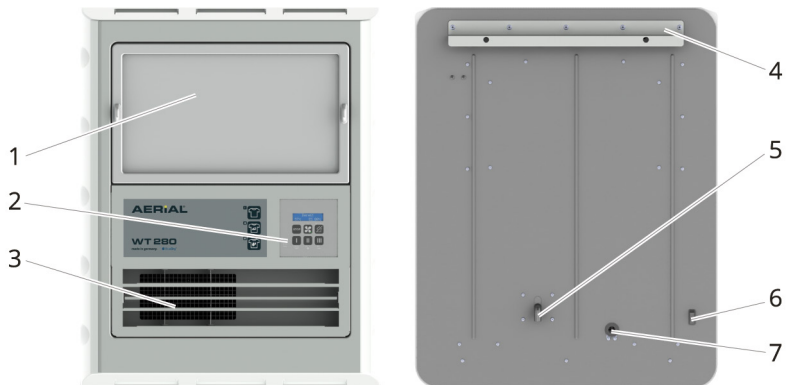

Abb. 1: Übersicht Serie AERIAL WT
2. Heben Sie den Raumluft-Wäschetrockner von oben so in die Wandschiene, dass die Befestigungsschiene an der Rückseite (Seite 5, Abb. 1, Pos. 4) in der Wandschiene hängt.
Die Raumluft-Wäschetrockner der Serie WT 230/240/250/280 sind mit einem Anschluss-Stutzen für den Kondensatablaufschlauch 15 x 2 mm ausgestattet (Seite 5, Abb. 1, Pos. 5).
4. Schalten Sie den Raumluft-Wäschetrockner am Ein-Schalter (s. Seite 5, Abb. 1, Pos. 6) ein. Am Display erscheint folgende Anzeige: